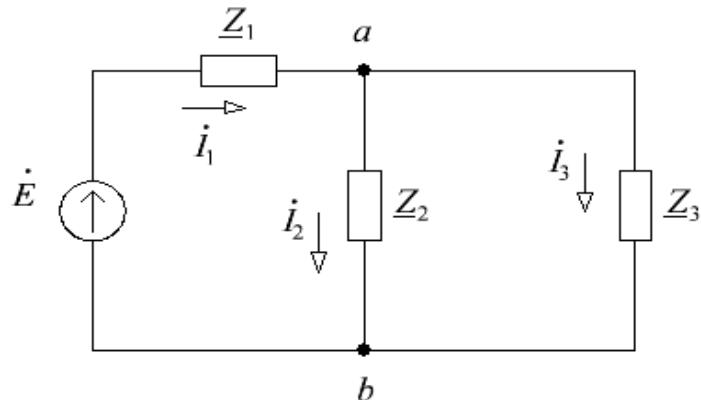

Рисунок 6 – Схема замещения
1. Составим схему замещения исходной цепи, обозначим токи в ветвях (см. рис. 6).